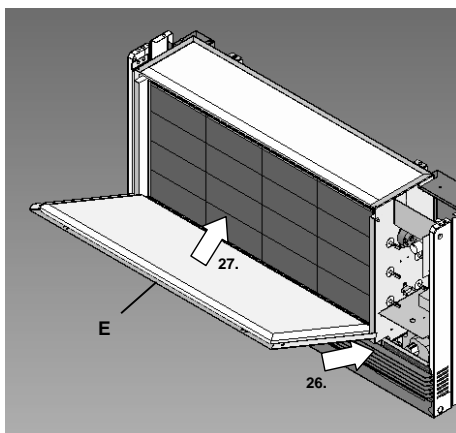

fig.16 Remettez la tôle
- Refermez l'appareil (fig.16 - 17):
26. Placez la tôle (E) presque à l'horizontale des parties biseautées latérales gauche et droite inférieures. Mettez l'arête inférieure de la tôle dans l'espace entre l'isolation inférieure et la partie biseautée frontale de la plaque inférieure.